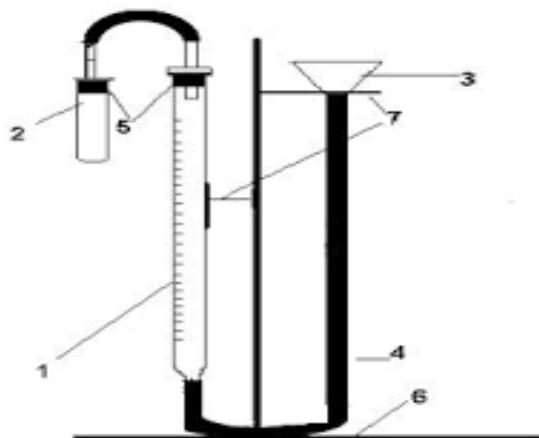

Рисунок 3.1 – Прибор для определения эквивалентной массы металла
Выполнение работы. Прибор для определения эквивалента металла (рис. 3.1) состоит из штатива (6), на котором с помощью держателя (7) закреплена бюретка (1), соединенной резиновым шлангом (4) с воронкой большого диаметра (3). Прибор заполнен водой. К бюретке присоединена пробирка (2).